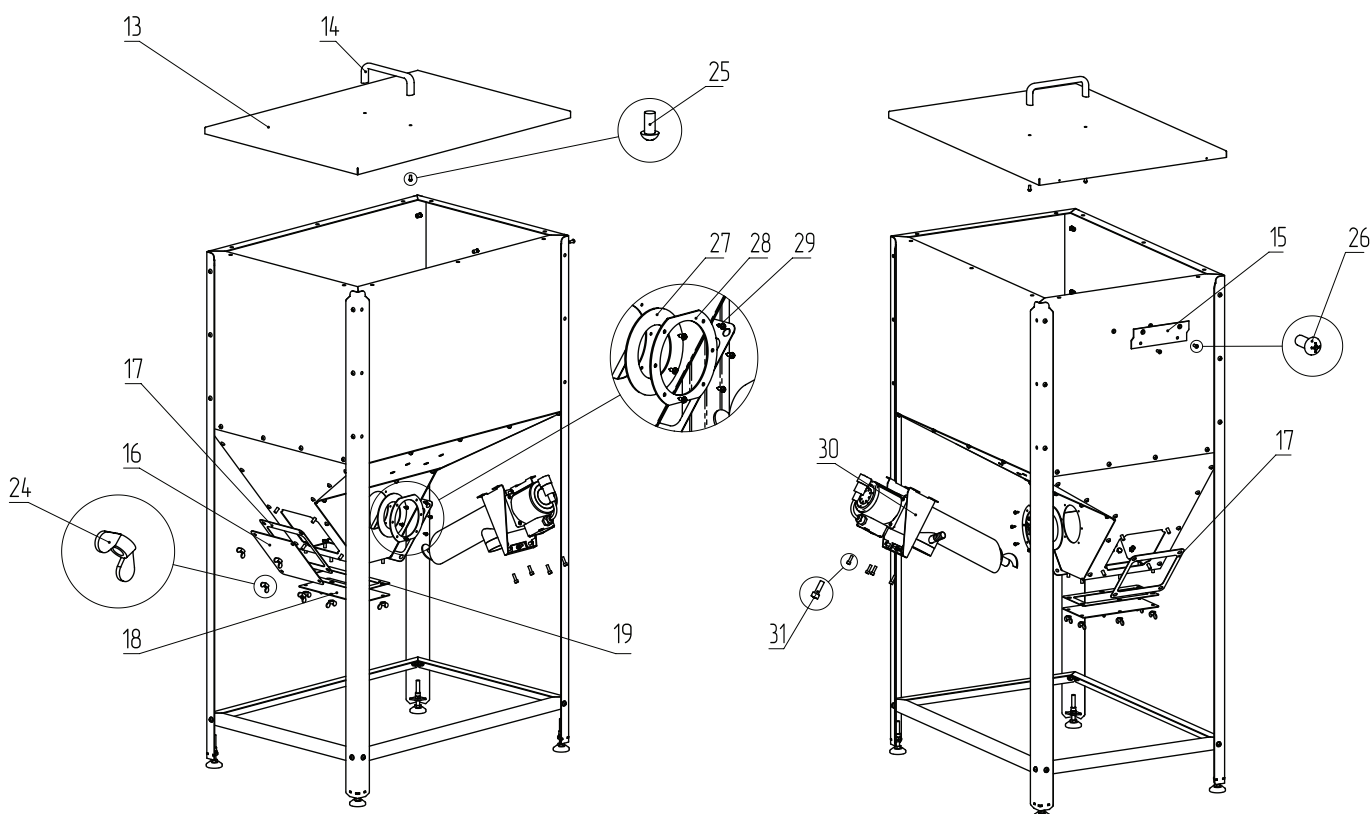

Рис.13 Варианты установки дымовой трубы
1. Установите прокладку механизма подачи (верхнего) (Рис.13, поз.27) и пластину прокладки механизма подачи (верхнего) (Рис.13, поз.28);
2. Зафиксируйте их саморезами (Рис.13, поз.29);
3. Установите механизм подачи (верхний) (Рис.13, поз.30);
5. Установите прокладки прочистных лючков (Рис.13, поз.17, 19) в нижней части бункера и на стенку бункера наклонную переднюю (Рис.13, поз.2);
6. Установите лючки прочистные (Рис.13, поз.16, 18);
7. Зафиксируйте лючки гайками (Рис.13, поз.24);
8. Установите кронштейн подвеса системы охлаждения топливопровода (Рис.13, поз.15) на стенке бункера верхней задней (Рис.13, поз.7);
9. Зафиксируйте кронштейн винтами (Рис.13, поз.26), как показано на Рис.13;
10. Прикрутите ручку (Рис.13, поз.14) к крышке бункера (Рис.13, поз.13) винтами (Рис.13, поз.25);
11. Наденьте крышку на бункер, как показано на Рис.13;